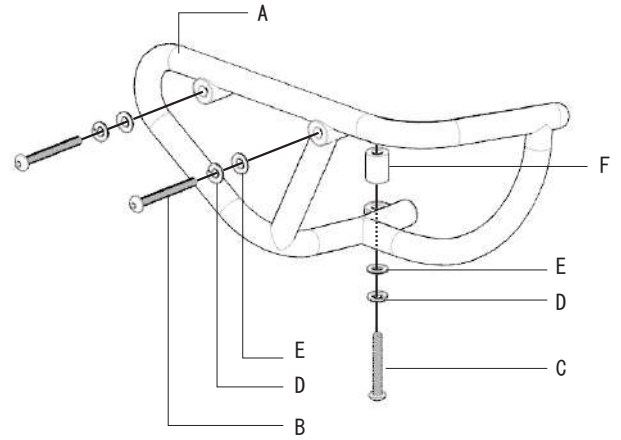

図1
2. エンジンガード【A】の上部二つの穴にボルト【B】とS・ワッシャー【D・E】を差し込み (図1参照)、エンジンカバーと一緒に取付けます (仮組み)
3. 次に下部のボルトを取付けます。アルミカラー【F】をエンジンカバーとエンジンガード【A】の間にに入れて、ボルト【C】とS・ワッシャー【D・E】で取付けます (図1参照)